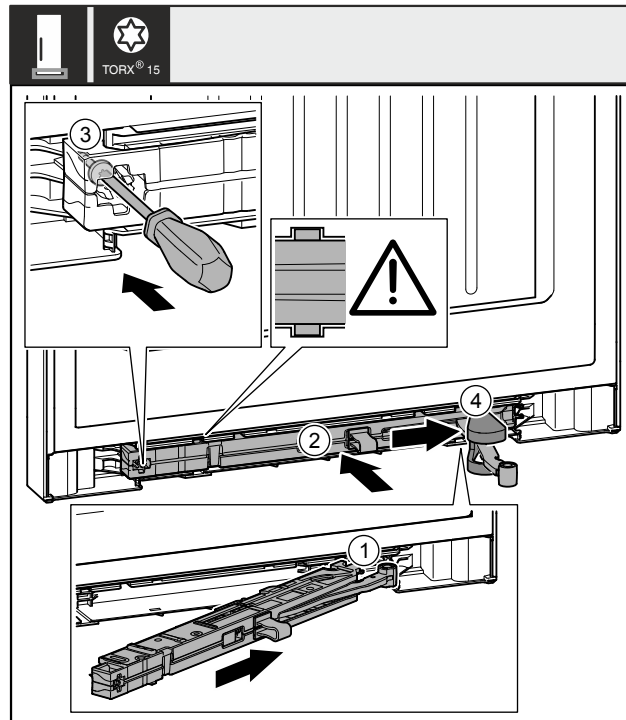

Fig. 53
- Вкарайте блока на затварящия демпфер Fig. 53 (1) от страната на лагерната стойка докрай под ъгъл в отвора.
- Вкарайте изцяло блока на затварящия демпфер Fig. 53 (2) в отвора.
- С отвертка затегнете винта Fig. 53 (3).
- Бутнете капака Fig. 53 (4) върху шарнира.